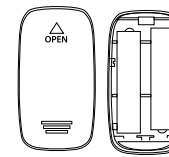

Abbildung 3 Installation der Batterien
Schritt 1: Siehe Abbildung 3 - legen Sie zwei AAA Batterien ordnungsgemäß in die richtige Richtung ein.